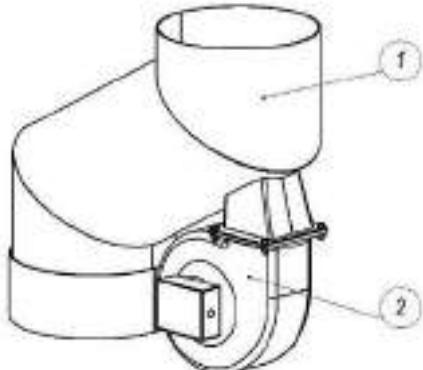

Рис.9
- е) Дымовой аспиратор (дымосос). (Рис.9).
Является дополнительной опцией, позволяющей увеличить тягу отводимых газов. Устанавливается в соответствии с Рис.9.